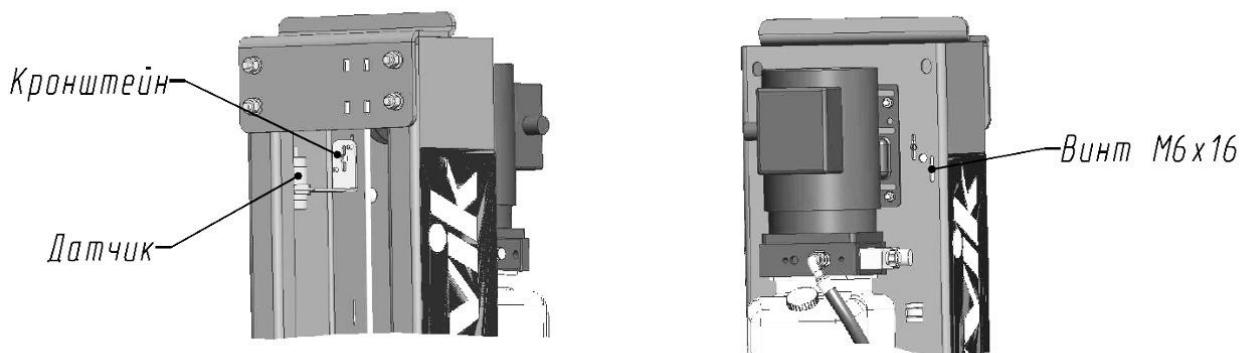

Рисунок 6.5 - Установка датчика верхнего положения каретки
6.11 Установка и настройка систем автоматического отключения привода насосной станции.(см. Рисунок 6.5)
6.11.1 Система автоматического отключения привода насосной станции срабатывает при достижении каретки крайнего верхнего положения (~ 1750 мм от основания стойки). Датчик верхнего положения кареток с кронштейном снимается при упаковке и поэтому его следует заново установить на верху правой стойки. Винты M6x16 (см. Рисунок 6.5) необходимо располагать в пазах стойки в среднем положении.